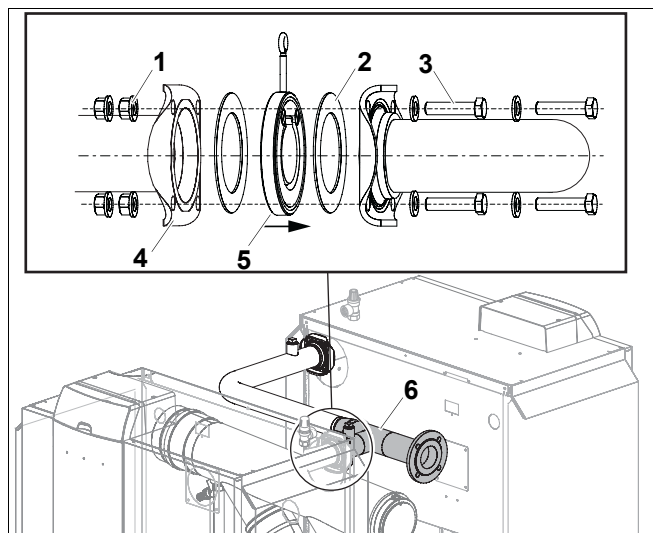

Рис. 6 Монтаж трубы подающей линии на втором котле
- Обратный клапан (рис. 6, поз. 5) остается установленным на подающей линии в соответствии с направлением потока воды.
- Установите уплотнение (рис. 6, поз. 2) на обратный клапан.
- Соедините четырьмя болтами (рис. 6, поз. 3) и четырьмя гайками (рис. 6, поз. 1) фланец трубы подающей линии (рис. 6, поз. 6) с фланцем подающей линии на втором котле (рис. 6, поз. 4).